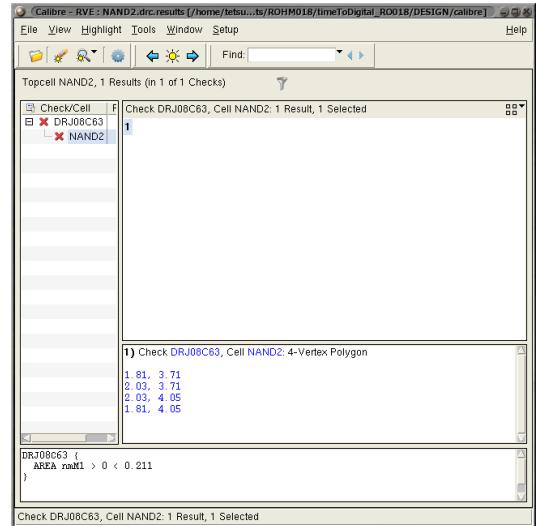

図 21: Calibre RVE による DRC エラーの表示
- Calibre 実行終了後、自動的に、図 21 に示す Calibre RVE が起動するのでエラーをチェックする。